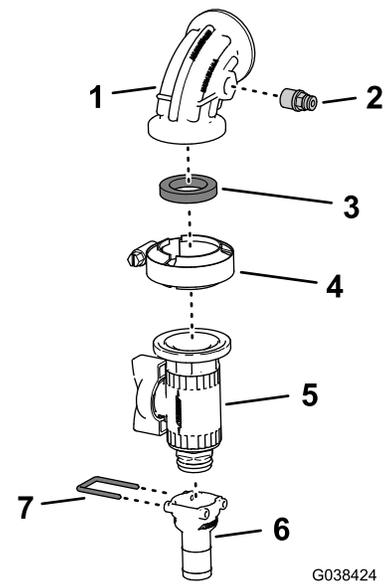

Bild 88
3. Entfernen Sie den Halter, mit dem das gerade, gezahnte Anschlussstück (3/4") am Flanschabstellventil befestigt ist, und nehmen Sie das gezahnte Anschlussstück ab (Bild 88).
4. Befestigen Sie die Rohrkupplung, die Sie in Schritt 2 entfernt haben, im Druckanschluss des 90°-Krümmers (Bild 88).
5. Befestigen Sie das Flanschabstellventil mit der Flanschklammer (40 mm bis 64 mm) am 90°-Krümmer und der Dichtung (1" x 1 3/8"), wie in Bild 88 abgebildet.